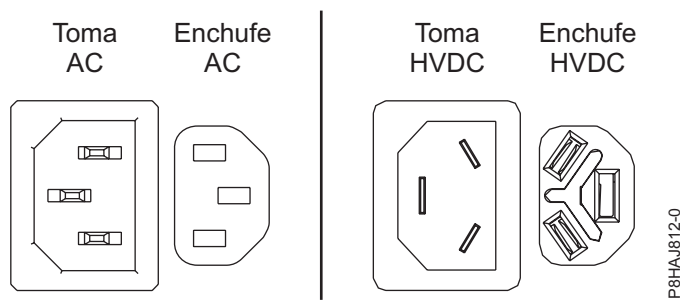
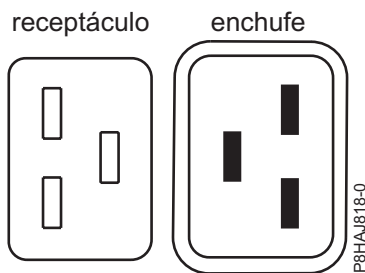
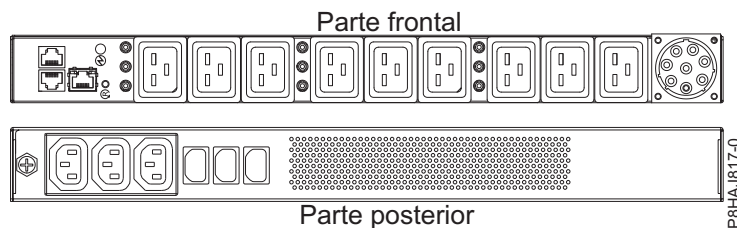

Figura 52. Conectores de CA y HVDC
Figura 53. Conectores del sistema 8408-44E
Figura 54. PDU del sistema 8408-44E
En la Figura 52, se muestran los conectores admitidos de corriente alterna (CA) y de corriente directa de alto voltaje (HVDC). En la Figura 53 y la Figura 54, se muestran los conectores soportados y la unidad de distribución de alimentación (PDU) soportada para 8408-44E.